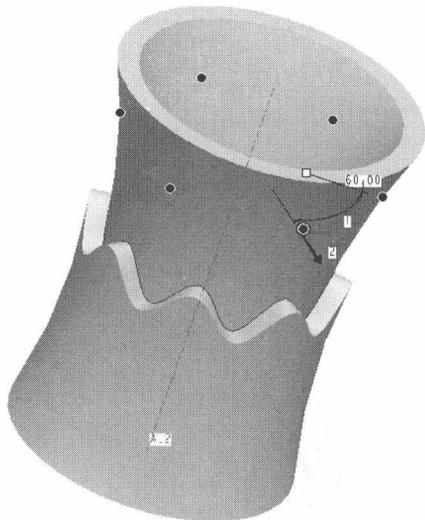

图1-23
- (1) 在模型树中选取创建好的组。
- (2) 单击  按钮，进入阵列操作。
- (3) 阵列参数设置如图 1-22 所示，设置阵列方向为“轴”，然后选取 A-2 轴，如图 1-23 所示。